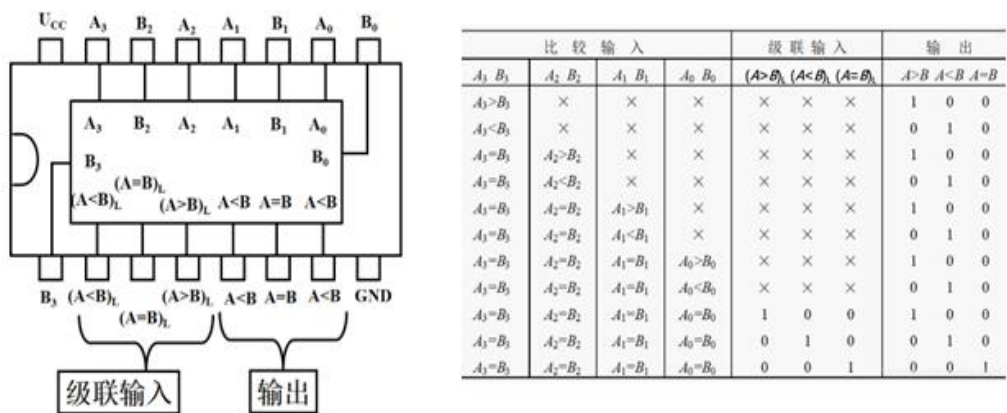

图 6 数值比较器 74LS85 引脚图和功能表
- (1) 写出  $\overline{LD}$  的表达式;
- (2) 画出  $C=0$  时电路的状态转换图，并说明此时电路的计数模值是多少?
- (3) 画出  $C=1$  时电路的状态转换图，并说明此时电路的计数模值是多少？
- (4) 给定 CLK 信号和输入信号 C 的波形，试画出相应  $\overline{LD}$ 、 $Q_0$ 、 $Q_1$ 、 $Q_2$ 、 $Q_3$ （设初值为 0）时序波形图。
5、已知四位集成电路数值比较器 74LS85 的引脚图和功能表，如图 6 所示。